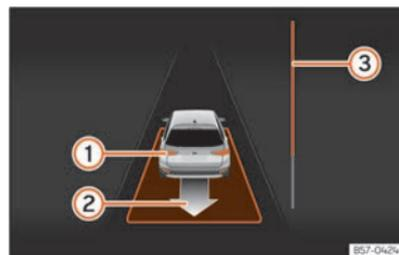

Fig. 128 En la pantalla del cuadro de instrumentos: desaparcar de un hueco en línea.
- Retroceda hasta que suene la señal continua del ParkPilot; **O BIEN:** dé marcha atrás hasta que en la pantalla del cuadro de instrumentos aparezca la indicación de dar marcha adelante. La barra de progreso **»»** fig. 128 **3** indica la distancia que hay que recorrer.